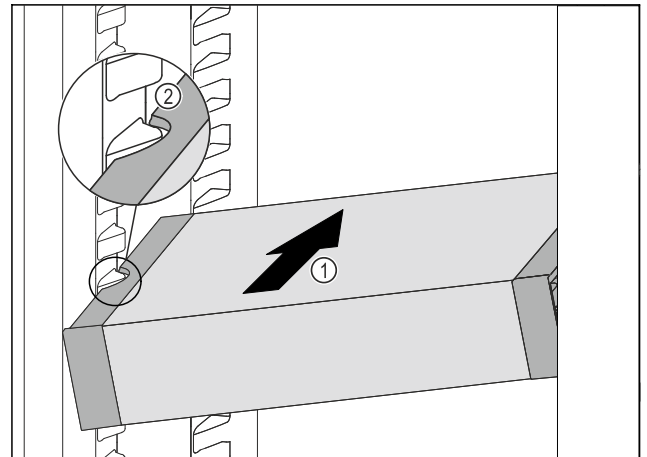

Fig. 136
- VarioSafe schräg in das Kühlteil einschieben Fig. 136 (1), bis sich die seitlichen Aussparungen Fig. 136 (2) des VarioSafes auf Höhe der Behälterrippe im Kühlteil befinden.